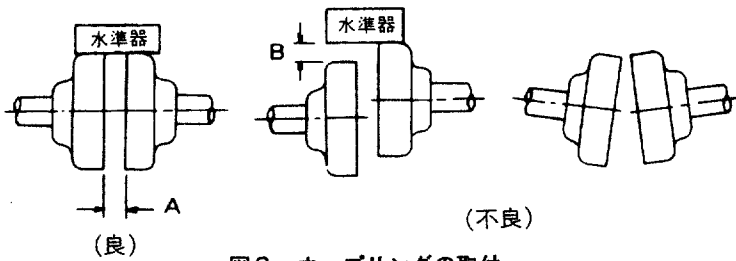

図2 カップリングの取付
- (1) 連結時は、ギヤードモートルと相手機械の偏心量は0.05mm以下になるようにしてください。フレキシブルカップリングをご使用いただくと便利です。図2参照。